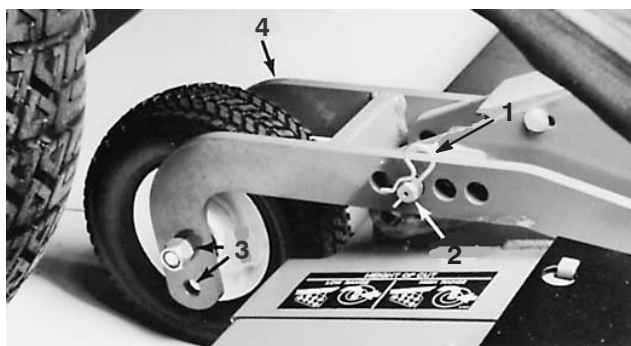

Bild 13
3. Entfernen Sie am vorderen Mähwerk den Splint und den Lastösenbolzen von den hinteren Laufradgelenkarmen (Bild 13). Fluchten Sie die Gelenkarmlöcher mit den ausgewählten Löchern im der Schnitthöhenhalterung in den Mähwerkrahmen aus, setzen Sie die Lastösenbolzen und die Splints ein (Bild 13).